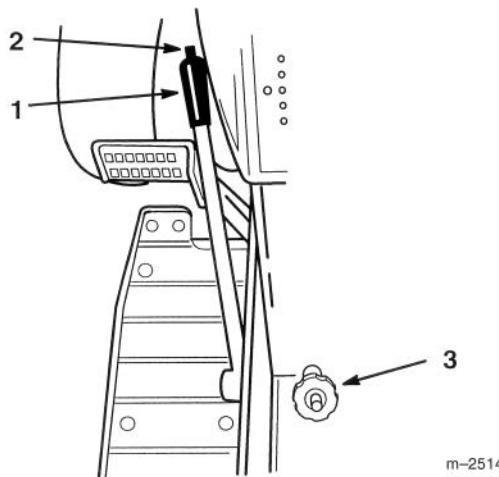

Abbildung 11
Der Absenkhebel (Abb. 11) wird verwendet, um verschiedene Zusatzvorrichtungen abzusenken und anzuheben.
Das Absenk Höhenrad (Abb. 11) wird verwendet, um die Abwärtsbewegung der Zusatzvorrichtung zu begrenzen. Das Rad wird gedreht, um die Anschlagposition nach oben oder unten zu verändern.
1. Den Absenkhebel hochziehen: Siehe "Anheben von Zusatzvorrichtungen". In hochgezogener Position kann das Absenk Höhenrad (Abb. 11) gedreht werden, um die Anschlagposition zu verändern. Zum Anheben der Höhenposition der Zusatzvorrichtung nach rechts und zum Absenken nach links drehen.
2. Die Absenk Höhenanzeige (Abb. 11) zeigt die Änderung der Hubhöhe der Zusatzvorrichtung, während die Einstellung vorgenommen wird.